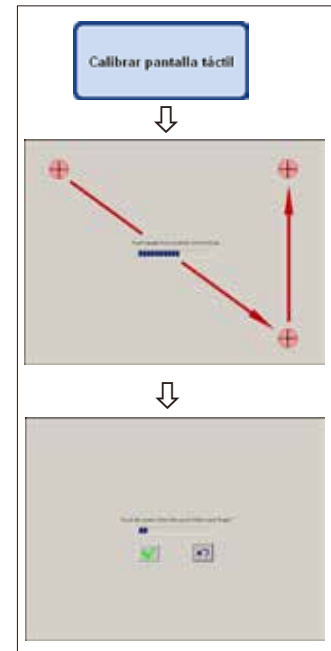

Fig. 78
Calibrar pantalla táctil (fig. 78)
- Tocar en el centro del círculo rojo situado en la pantalla (tres veces en total) comenzando por la esquina superior derecha (fig. 78, arriba).
- Después, tocar la pantalla en cualquier otro punto y comprobar si el cursor sigue el movimiento (fig. 78, abajo).